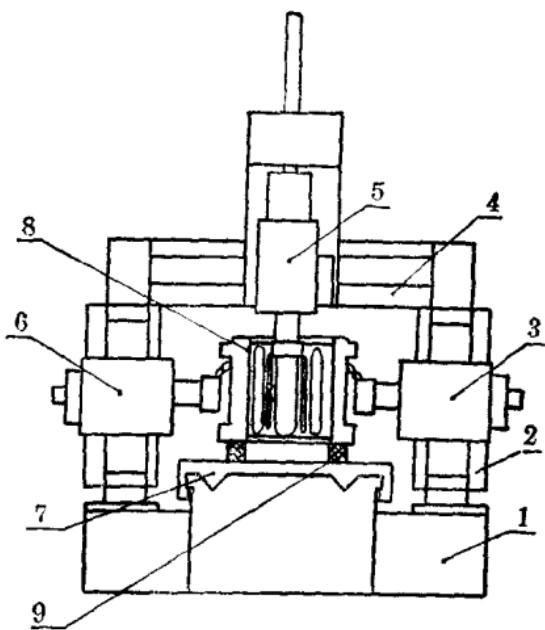

图1-1 轴箱三面铣床示意图
1.为了保证动轴箱前后滑动面平行，面衬与轴瓦中心成直角，不少的机务段改进了轴箱的加工方法。长春、天津、吉林、锦州等机务段都自己制作了“轴箱三面铣床”（图1-1），将过去轴箱多机床加工的方法，改为滑动面、面衬、轴瓦在同一机床加工。由于机床装有专用卡具，加工前按轴箱基准面找正，不仅取消了轴箱划线的繁琐手续，而且保证了加工精度，减少了加工辅助时间，提高了加工效率。